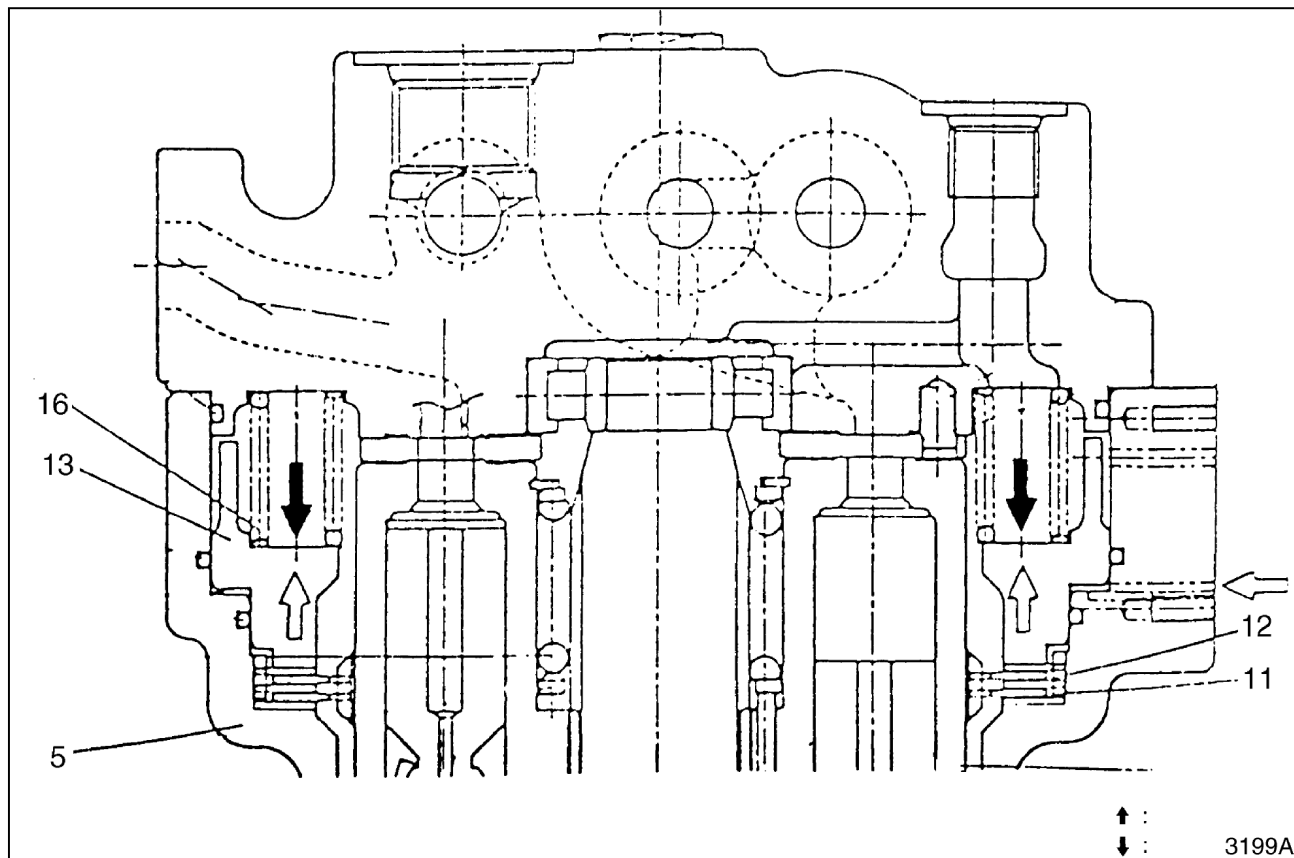

Рис. 4
Тормоз поворота включается, когда пружина тормоза (16, рис. 4) блокирует фрикционную пластину (11), разрезную пластину (12) и корпус двигателя поворота (301), предотвращая поворот ведущего вала двигателя. Когда гидравлическое давление направляется в обратную сторону от тормозного поршня, фрикционный диск отделяется от разрезного диска, расцепляя тормоз.